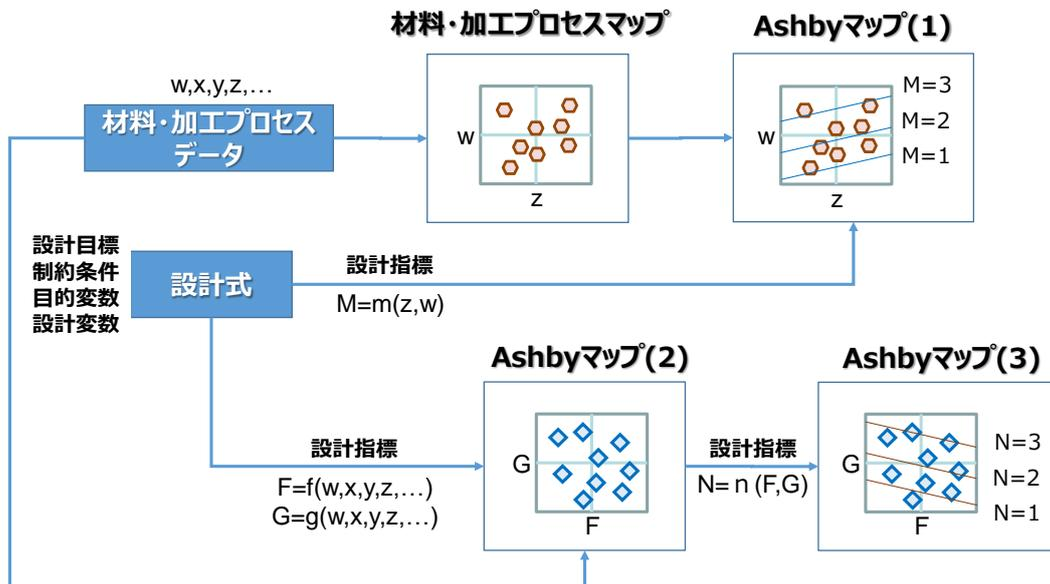

図 1 Ashby 法の全体像
Ashby 法の全体像を図 1 に示す。出発点となるのは材料・加工プロセスデータ、すなわち、材料物性、エコ属性、感覚属性、接合プロセス属性、表面処理プロセス属性、成型プロセス属性である。これらは連続量、離散量、等様々な形式で表現される。一連の材料・プロセスデータから二つのデータを選択して二次元マップを作成、このマップ上に該当する材料・プロセスをプロットしたのが材料・加工プロセスマップである。また、加工プロセスマップの場合には加工プロセスデータを一軸に、もう一軸に加工プロセスの種類をとる場合もある。一方、設計問題として例えば、軽くて十分な剛性を有する梁を考える。この場合、“軽くて十分な剛性を有する梁”という設計目標において、十分な剛性を有するという制約条件下で質量を目的変数として最小化するという設計問題に置き換えることができる。この設計式は設計指標として、二つの設計変数（材料物性及び材料・プロセス属性）の関数で表現できる。この関係を材料・加工プロセスマップ上にプロットしたのが Ashby マップ(1) である。また、設計指標を複数の設計変数（材料物性及び材料・プロセス属性）の関数で表現、この設計指標を二種類、二次元マップ上に表現したのが Ashby マップ(2) である。さらに、この二種類の設計指標間の関係を Ashby マップ(2) 上にプロットしたのが Ashby マップ(3) である。
材料マップ、加工プロセスマップに機械設計の考え方を取り入れ、表現したのが Ashby マップである。図1で紹介したように大きく二種類、この混合型として一種類、計三種類の Ashby マップが考えられる。ここでは、前者の二種類に関して紹介する。